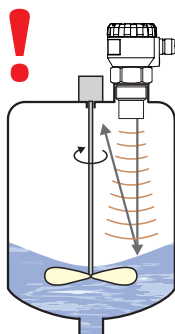

Рис. 13: Сильно завихренная поверхность
- Под действием вращающихся лопастей мешалки возможно завихрение поверхности, что может привести к неправильному отражению ультразвукового сигнала от уровня и ненадежному функционированию измерителя уровня (рис. 13).